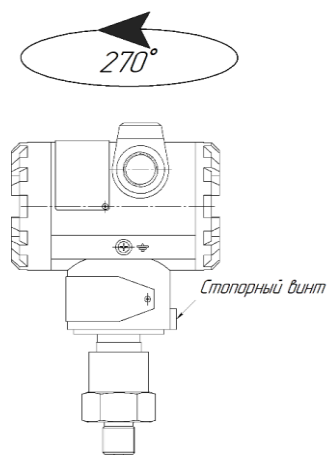

Рисунок 3 – Угол поворота электронного блока
1.3.3 Конструкция позволяет поворачивать корпус электронного блока относительно приемника давления на угол 270° вокруг общей вертикальной оси, при этом ограничения угла поворота предельными значениями обеспечиваются конструкцией узла поворота (рисунок 3).